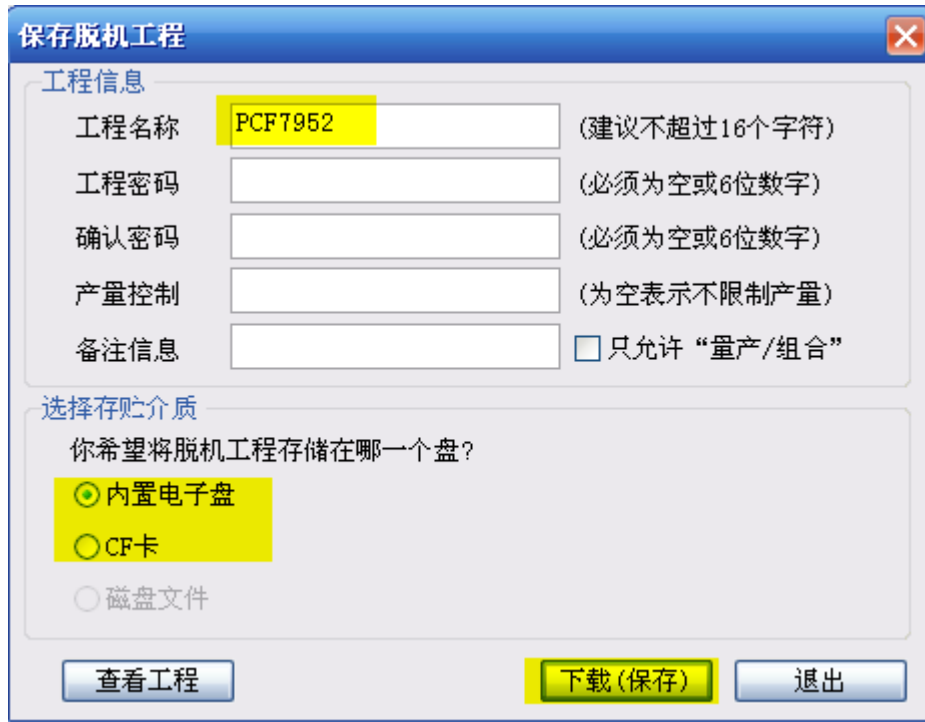

图 2.8.1 制作脱机功能
- b. 填写相关的信息，如图 2.8.1 所示，点击下载可把工程下载到编程器中；
可以把图 2.8.1 中  只允许“量产/组合” 勾上；